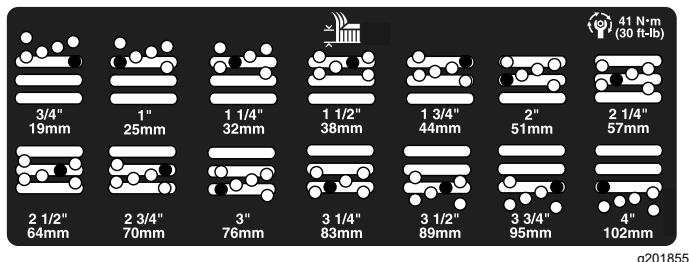

Figura 26
5. Spostate l'alloggiamento all'altezza di taglio opportuna e montate il distanziale nel foro e nella scanalatura dell'altezza di taglio prescelta (Figura 26).